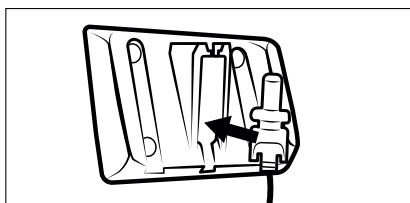

Fig. 4
- 1) Inserire lo spinotto cavo **11** dell'alimentatore **10** nel supporto a parete **18** (vedere fig. 4). Fissare lo spinotto cavo **11** ruotandolo.